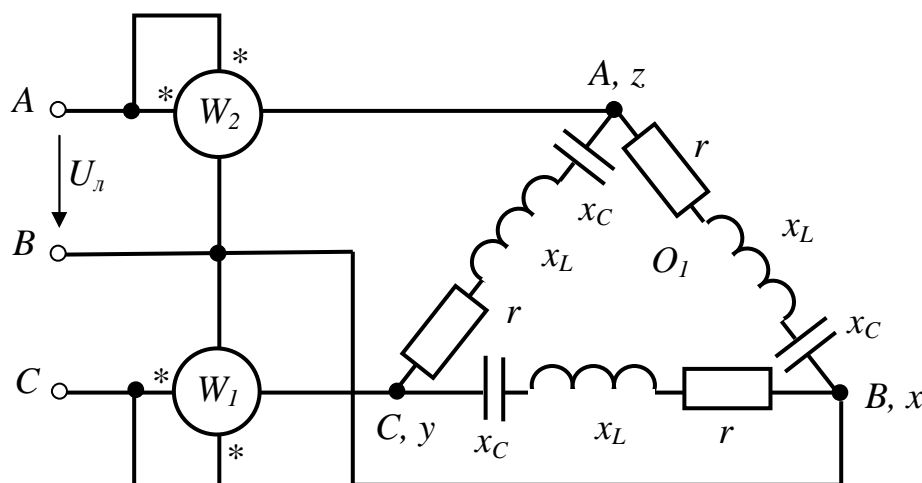

Рис. 3.2
- 2) приемник соединен треугольником (рис.3.2);